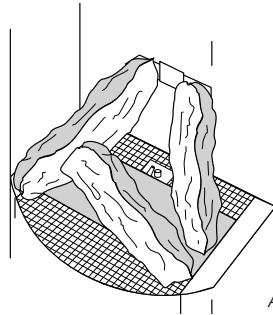

Abb. 4 Einlegen des Holzsets
**Beachten Sie:** Um eine gute Verbrennung zu gewährleisten, darf das Holzset nur auf die vorgeschriebene Weise eingelegt werden (siehe Abb. 4). Eine andere Aufstellung kann zum Rußen führen.